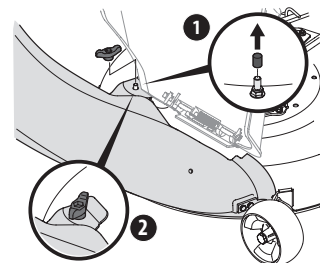

Figura 17
2. Fije el codo del canal a la plataforma usando una perilla de aletas (720-04122) del paquete de herrajes 689-01419. Consulte la Figura 17.
NOTA: Si la hubiera, retire la cubierta protectora de la clavija de montaje en la plataforma de corte como se muestra en el recuadro superior de la Figura 17.